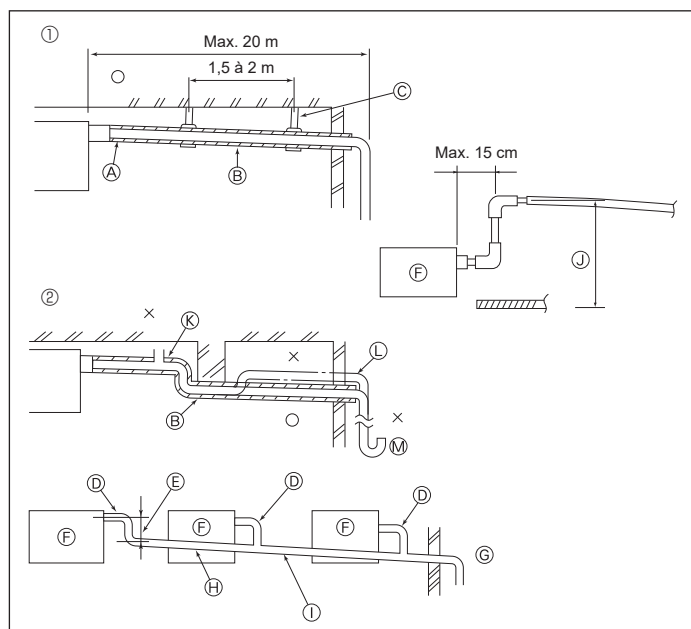

Fig. 4-4
4.5. Mise en place du tuyau d'écoulement (Fig. 4-4)
- ① Tuyauterie correcte
- ② Tuyauterie incorrecte